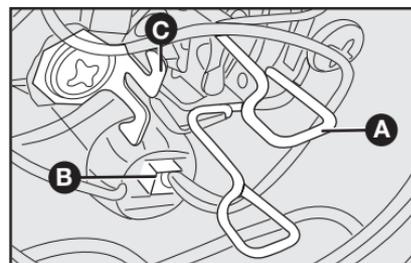

fig. 35
- 2) soltar el conector **B-fig. 35**;
- 3) apretar hacia abajo el elemento de fijación **A-fig. 35**, abriéndolo lateralmente para soltarla de la traba **C-fig. 35**;
- 5) posicionar la nueva lámpara en su alojamiento, reenganchar el elemento de fijación **A-fig. 35** y recolocar el conector **B-fig. 35**;